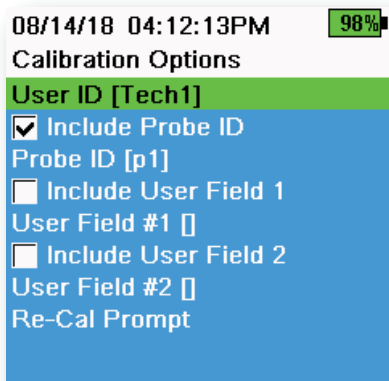

Figura 12 Opciones de calibración
- Otra identificación específica del usuario (campo de usuario n° 1 y n° 2) (Figura 12)